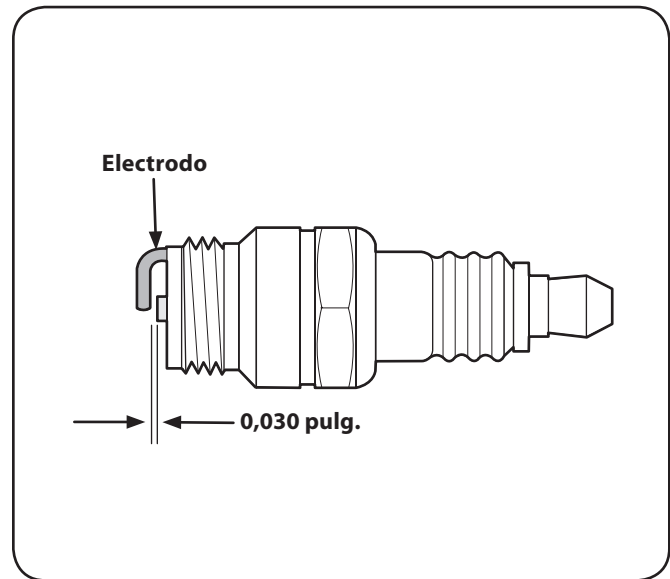

Figura 6-6
3. Mida la separación de bujía con un calibrador. Corrija de ser necesario torciendo el electrodo lateral. Vea la Figura 6-6. La separación debe establecerse en 0,030 pulg.